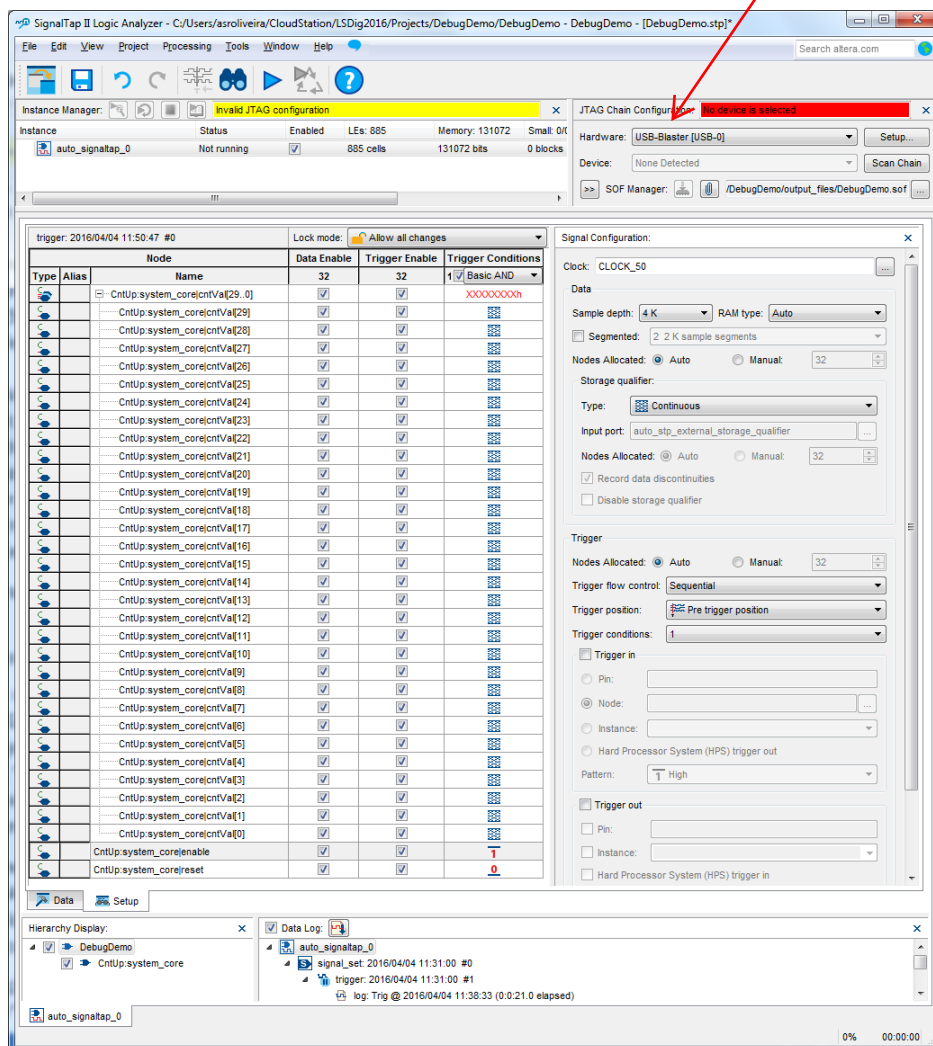

Figura 22 – Aspeto da aplicação “SignalTap Logic Analyzer” com os parâmetros configurados.
5. Após premir *Insert* e fechar a janela de “Node Finder” deverá configurar na janela principal os seguintes parâmetros (Figura 22):
8. Especifique o ficheiro SOF a usar para configurar a FPGA (“*output\_files/DebugDemo.sof*”) e programe a FPGA (botão  no canto superior direito da Figura 22). O ficheiro SOF inclui quer a configuração da lógica do sistema desenvolvido, quer a configuração da lógica correspondente às componentes de hardware do analisador lógico.